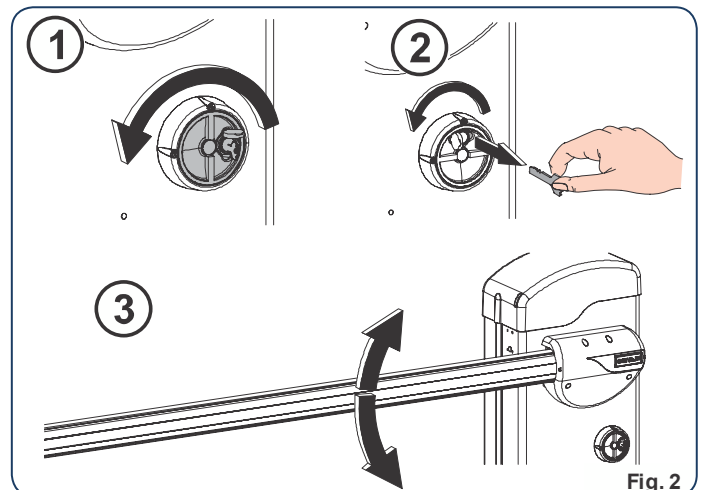

Fig. 2
- Draai de ontgrendeling tegen de wijzers van de klok in tot zij niet verder kan, Fig. 2 ref. ①.
- Draai de sleutel tegen de wijzers van de klok in tot hij niet verder kan, en trek hem eruit (fig. 2 ref. ②).
- Beweeg de arm met de hand tot hij niet verder kan, fig. 2 ref. ③.